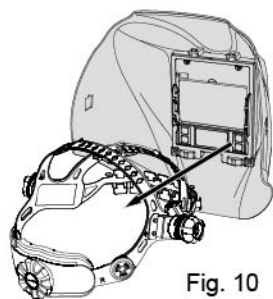

Fig. 10
- Fjern det originale hovedtøj helt (se fig. 10).